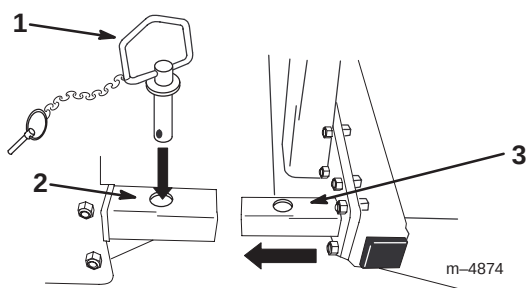

Figure 2
4. Enlevez les goupilles des bras du cultivateur (Fig. 2).
5. Insérez les bras du rouleau dans les bras du cultivateur et fixez-les en position avec les goupilles (Fig. 2).